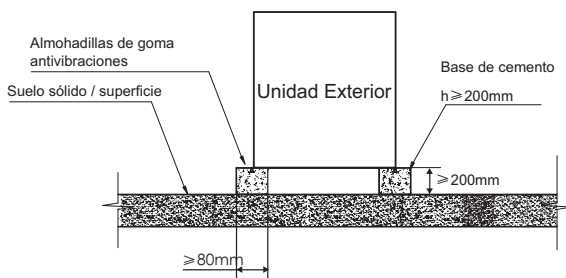

Fig. 6-5 Vista frontal de la estructura de la base
- 4) En la Fig. 6-5 se muestra un diseño típico de una base de hormigón. La especificación típica para el hormigón es 1 parte de cemento, 2 partes de arena y 4 partes de piedra triturada con barra de refuerzo de acero. Los bordes de la base deben estar biselados.